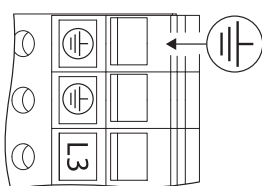

Fig. 26: Lisämaadoitus
- Lisäänntyneen vuotovirran vuoksi on moottoreissa, joiden teho on yli 11 kW, liitettävä standardin EN 61800-5-1:2008-04 mukaisesti lisäksi vahvistettu maadoitus (katso Fig. 26).